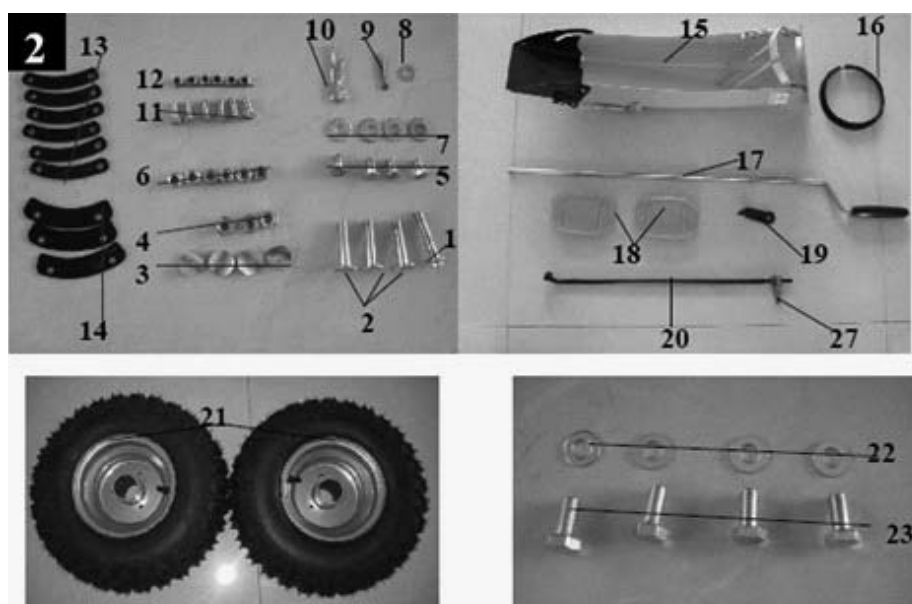

Рис.2
Установите тягу переключения скоростей(20) рис.2 в отверстие в рычаге пере-
Установите уплотнение (16) на желоб для выброса снега. Используя прокладки (13-14) Рис.2 установите желоб, как показано на Рис.15-19.Установите трос управления выбросом(29) Рис.18.
С помощью болтов и гаек(5-6-7) Рис.2 установите лыжи(18) с двух сторон корпуса на необходимую высоту.